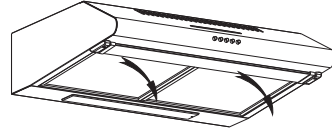

Imagen 11
- Tear Quite los filtros tal y como se indica en la Imagen 11;